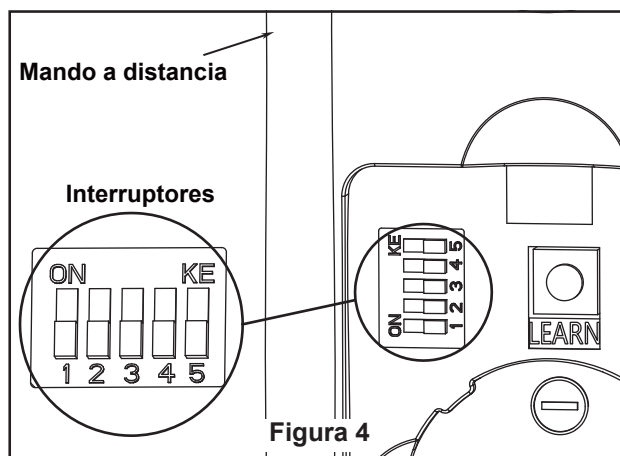

Figura 4
6. Para configurar el código del mando a distancia, Mueva los interruptores de código hasta colocar el código de selección en la posición arriba o abajo. Con un destornillador pequeño o con una lapicera (no se incluye) deslice firmemente hacia arriba o hacia abajo. (Figura 4)